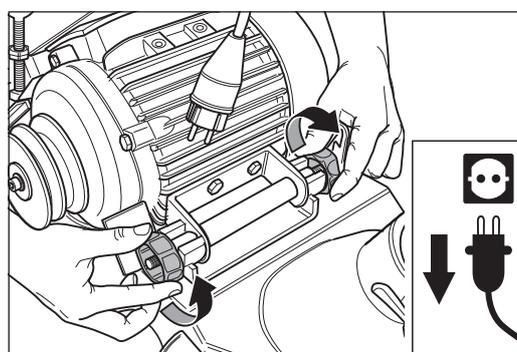
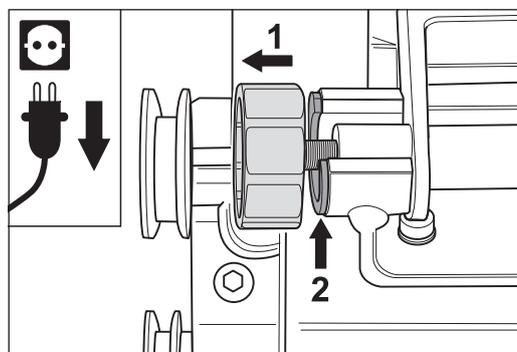

Fig. 22 Desatornillado de las dos tuercas del motor ...
Fig. 23 ... hasta que en ambas tuercas quede libremente visibles en la entrada en el bloque de rodamientos del motor.
- 6 Afloje las tuercas del motor; la tuerca del motor debe aflojarse sólo fuera del ajuste entre tuerca de motor y soporte de rodamientos de motor y no deben retirarse totalmente (Fig. 22 y Fig. 23).